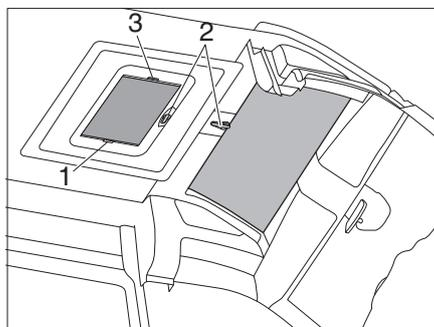

Figure 26 Lanterneau à manivelle et SkyRoof®
- Tourner la manivelle (Figure 26, 2) dans le sens inverse des aiguilles d'une montre jusqu'à ce que la résistance soit perceptible (angle d'ouverture max. 60°, uniquement chez Heki).
- Tirer le dispositif occultant plissé par la poignée (Figure 26,3) et le relâcher lorsqu'il a atteint la position voulue. Le dispositif occultant plissé reste alors à cette position.
- Placer lentement le dispositif occultant plissé en position initiale avec la poignée (Figure 26, 3).
Fermer : ■ Tirer la moustiquaire par la poignée (Figure 26, 1) jusqu'à toucher la poignée du dispositif occultant plissé (Figure 26, 3) située en vis-à-vis.